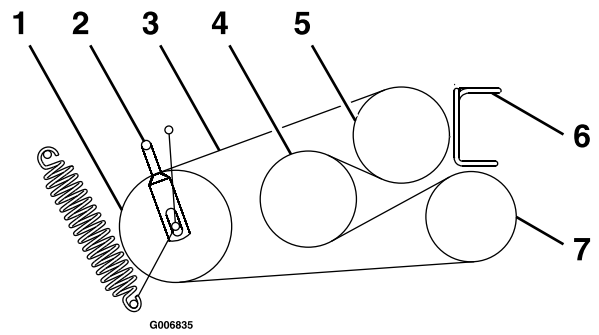

Figure 60
6. Desserrez les guides de courroie A et B (Figure 60).
8. Installez les courroies neuves sur les poulies, comme montré à la Figure 60.